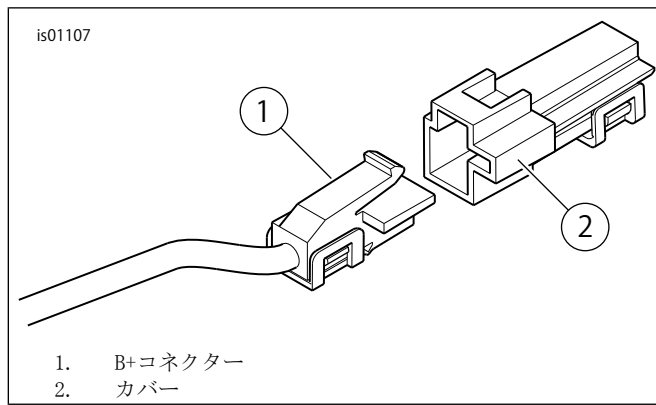

図5。B+コネクタ
1. 「図5」を参照。シート下のメイン電気ハーネスB+(バッテリープラス)コネクタ(1)を見つけてください(未使用の灰色コネクタが付いた赤色配線)。コネクタからカバー(2)を取り外します。